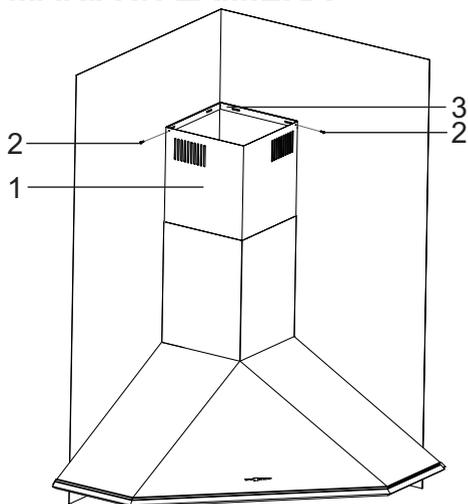

Fig. 12: MONTAGGIO DELLA CANNA FUMARIA IN LAMIERA
Tirare la canna fumaria interna (1) con la vite (2) verso l'alto e fissarla al piatto di collegamento della canna fumaria (3) a destra e a sinistra (Fig.12).